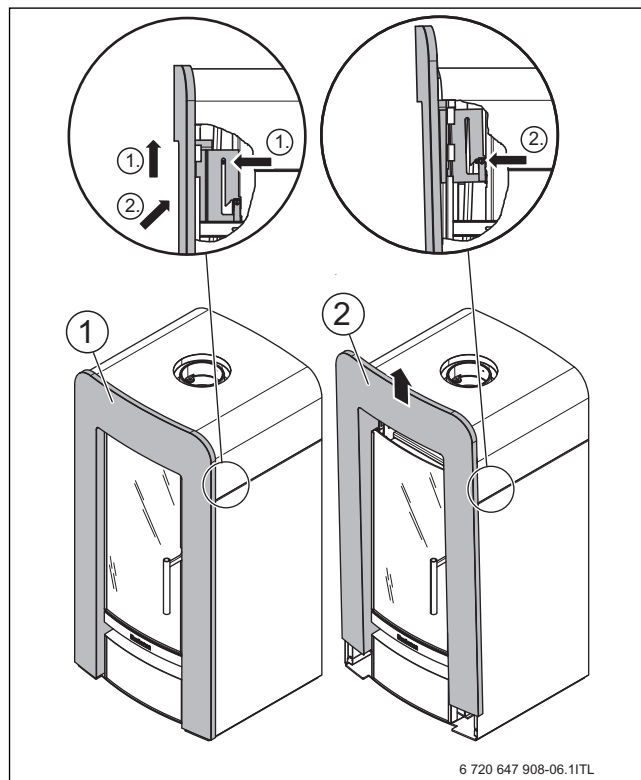

Bild 6 Frontblende lösen
- ▶ Frontblende anheben und in Wartungsposition bringen (→ Bild 6, Seite 11).